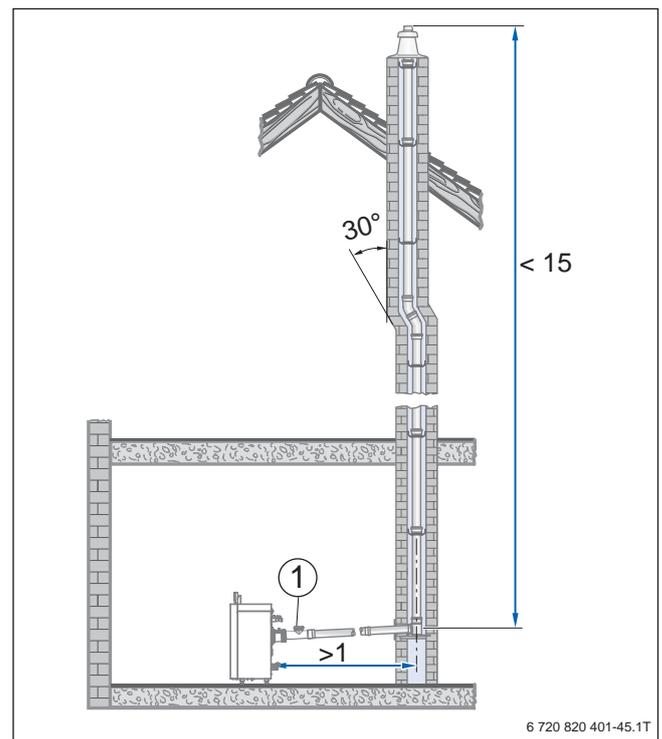
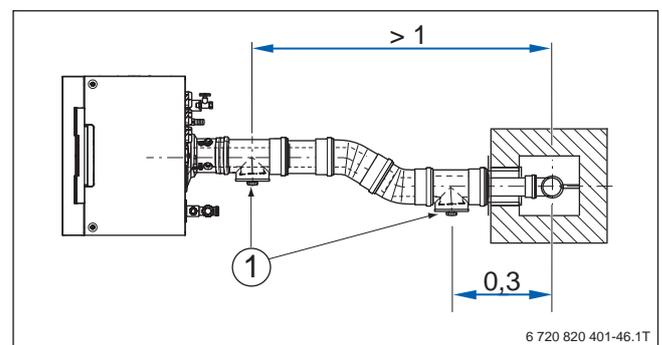
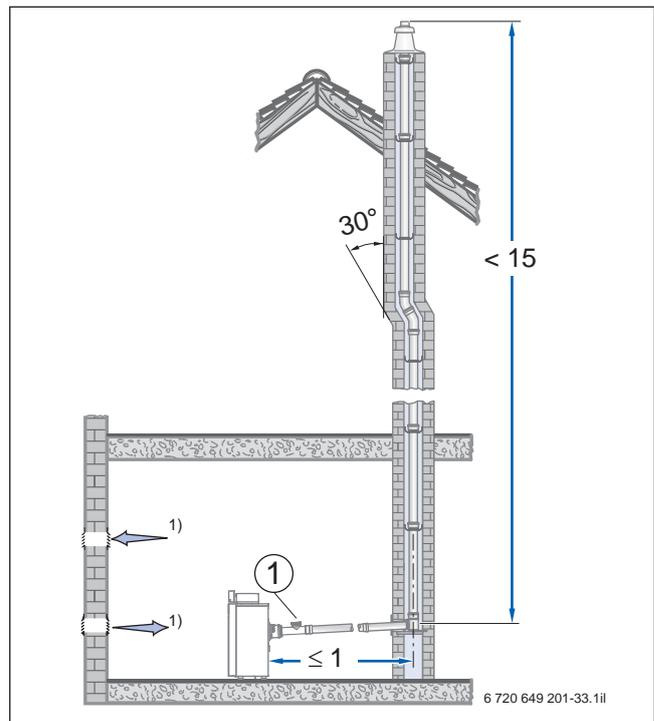

Bild 95 Beispiel: Anordnung der Prüföffnung ohne Umlenkung im Aufstellraum (Maße in m)
Bild 96 Beispiel: Anordnung der Prüföffnungen mit Umlenkung im Aufstellraum (Maße in m)
Bild 97 Beispiel zur Anordnung der Prüföffnung bei einer waagerechten Abgasleitung ohne Umlenkung im Aufstellraum (Maße in m)
Gemäß DIN 18160-1 und DIN 18160-5 müssen Abgasanlagen für den raumluftabhängigen und raumluftunabhängigen Betrieb leicht und sicher zu überprüfen und gegebenenfalls zu reinigen sein. Hierzu sind Prüföffnungen einzuplanen (→ Bild 95 und Bild 96).
- An der Stirnseite im geraden, waagerechten Abschnitt der Abgasleitung höchstens 1 m von der Umlenkung in den senkrechten Abschnitt entfernt, wenn sich dazwischen keine Umlenkung befindet (→ Bild 95) **oder**
- Seitlich im waagerechten Abschnitt der Abgasleitung höchstens 30 cm von der Umlenkung in den senkrechten Abschnitt entfernt (→ Bild 96).
- Die untere Prüföffnung nach DIN 18160-1 und 18160-5 ausgeführt ist (→ Bild 95 und Bild 96)
- Die untere Prüföffnung bei DN 160 und DN 200 entsprechend Bild 97 angeordnet ist
- Die untere Prüföffnung nach DIN 18160-1 und 18160-5 ausgeführt ist (→ Bild 96 und Bild 97).